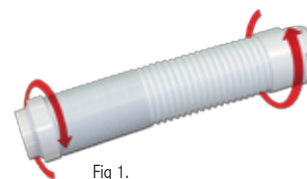

Fig 1.
- 1. (1) Juego Corredizo para Ventana..... 1 juego
- 2. (1) Accesorio para Manguera 1 pieza
- 3. (1) Tornillos 4 piezas
- 4. (1) Conector de Manguera de Escape 2 piezas
- 5. (1) Manguera de Escape 1 pieza
- 6. (1) Cubierta 1 pieza
A. Manguera de Escape y Conectores: Fig. 1
1. Adjuntar la parte roscada de uno de los Conectores de Manguera (4) a uno de los extremos de la Manguera de Escape (5), girándolo hacia la derecha.